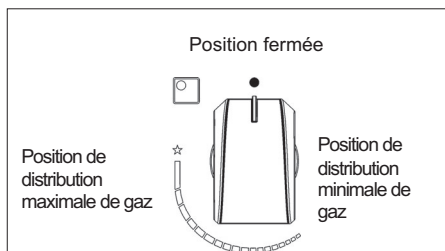

FIG. 1
Enfoncez et tournez en sens inverse horaire le bouton correspondant au brûleur à utiliser, tournez-le sur la position Maximum (grande flamme fig. 1) puis appuyez à fond sur le bouton.
Pour les brûleurs munis d'un thermocouple de sécurité, tournez en sens inverse horaire le bouton correspondant au brûleur à utiliser, tournez-le sur la position Maximum (grande flamme fig. 1) jusqu'à ce que vous sentiez un arrêt léger puis appuyez sur le bouton. Lorsque le brûleur est allumé, maintenez le bouton enfoncé pendant 10 secondes environ.
- Lorsque le point d'ébullition est atteint, tournez le bouton sur Minimum (petite flamme fig. 1).
- **l'allumage des brûleurs avec un thermocouple de sécurité n'est possible que lorsque le bouton se trouve sur la position Maximum (fig. 1).**